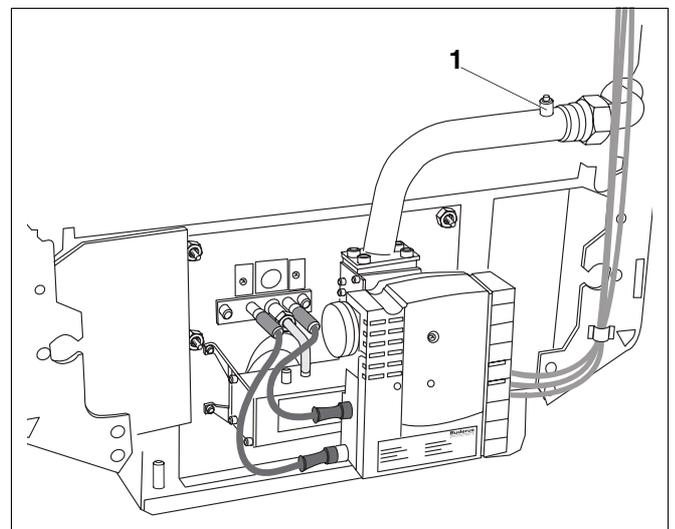

Abb. 23 Armatureinheit mit Gasfeuerungsautomat
- Gaszuleitung am Prüfnippel (Abb. 23, **Pos. 1**) entlüften.